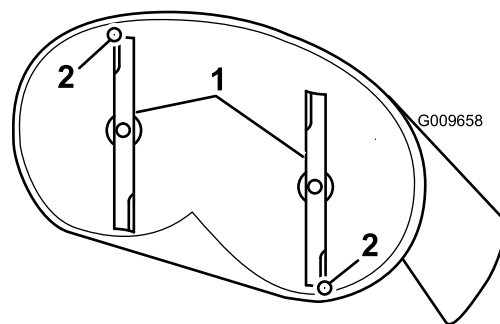
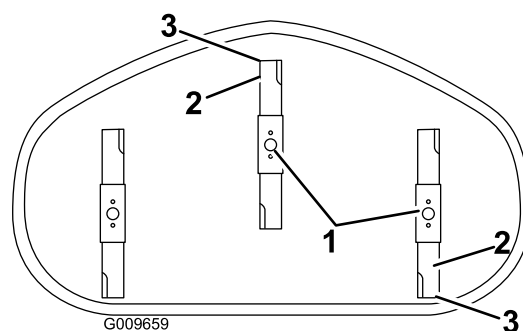

Figura 65
Figura 66
4. Rode cuidadosamente as lâminas para que estejam da frente para trás (Figura 65 e Figura 66).
5. Meça da ponta da lâmina da frente até à superfície plana e da ponta da lâmina de trás até à superfície plana (Figura 65 e Figura 66).
9. Após o ajuste, verifique inclinação entre frente e a traseira, continue a ajustar a porca até que a ponta da lâmina frontal esteja 1,6 a 7,9 mm mais baixa que a ponta da lâmina traseira (Figura 65 e Figura 66).